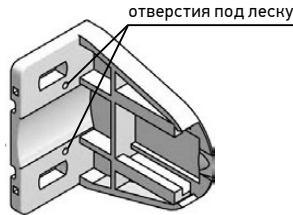

Рис.1
- 1.2. Если изделие с боковой фиксацией, то перед установкой необходимо завязать узел с одного конца лески. Продеть конец лески с узлом в верхнее (или нижнее) отверстие кронштейна (Рис.1). После установки узел должен быть зажат между плоскостью кронштейна и рамой (платформой для скотча или накладным кронштейном). Прodelать эту операцию с другой леской. Примечание: для установки лески в полностью закрытом состоянии под нижней планкой готового изделия необходимо предусмотреть минимум 2.5 см высоты для установки нижнего кронштейна.